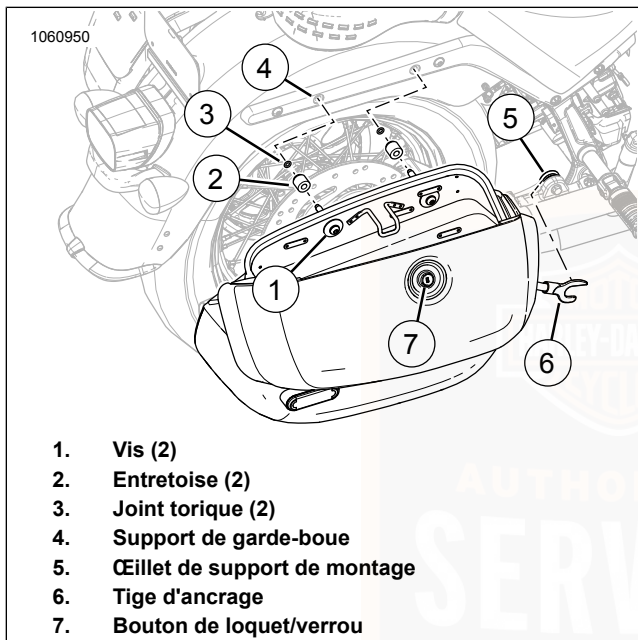

Figure 44. Ensemble de sacoche
1. Voir Figure 44 . Déverrouiller la sacoche.
- a. Introduire la clé dans le bouton de verrouillage (7) et tourner d'un demi-tour dans le sens antihoraire.
3. Voir Figure 44 . Verrouiller la sacoche.
- a. Introduire la clé dans le bouton de verrouillage (7) et tourner d'un demi-tour dans le sens horaire.
1. Voir Figure 44 . Ouvrir les sacoches.
2. Utiliser une main pour soutenir la sacoche tout en déposant de l'autre main les vis de montage (1) de sacoche.
1. Voir Figure 44 . Vérifier que les entretoises (2), les joints toriques (3) et les œillets (5) sont en place et en bon état.